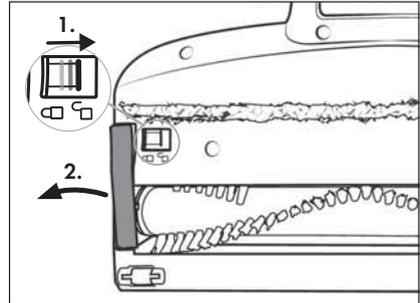

Fig. 24
- 2) Déverrouillez le rouleau brosse **21** en faisant glisser le dispositif de déverrouillage du rouleau brosse **19** avec le doigt vers le symbole  (ouvert). Retirez alors le support pour rouleau brosse **20** de la brosse de sol **22** (voir fig. 24).